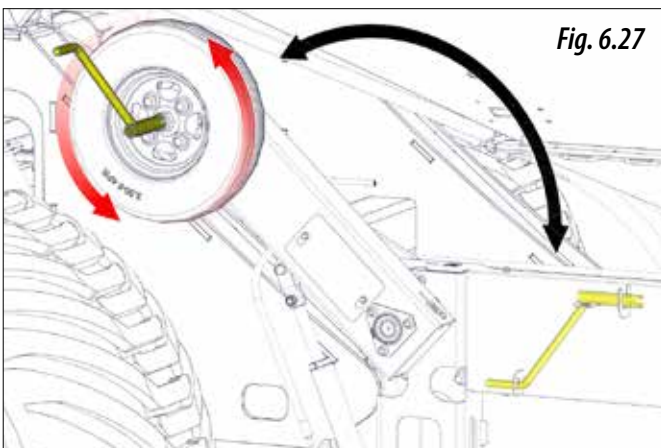

Fig. 6.27
- 4- Învârțiți roata de câteva ori pentru a goli produsul din unitatea de dozare (Fig. 6.27).